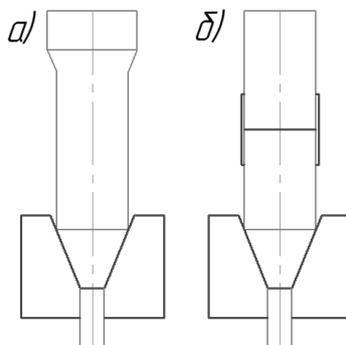

Рис. 6. а) утолщенная в конце заготовка б) непрерывное прессование
1) Торможение заготовки в конце прессования за счет утолщения заднего конца заготовки (рис. 6, а). Этот способ наиболее простой, однако проблема состоит в том, что увеличивается расход материала и усложняется удаление прессизделия.
2) Непрерывное прессование (рис. 6, б). Основывается на расчете, что за один ход плунжера будет спрессован весь металл, рассчитанный на одну заготовку. Заготовки в этом случае соединяются с помощью пластмассовой трубки. Данный способ наиболее перспективен, однако имеет свои минусы: необходимы мерные заготовки, а так же малейший перекоп может нарушить весь цикл.